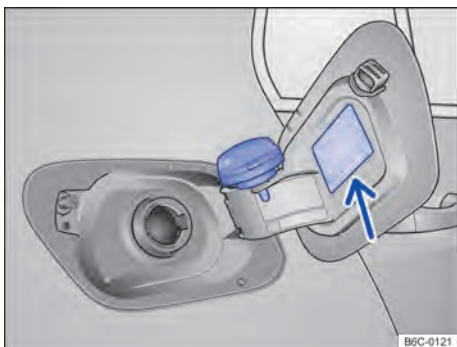

Fig. 125 Portezuela del depósito de combustible abierta con el tapón de cierre del depósito de combustible colgado.
- Desmontar el tapón del depósito girándola en sentido antihorario y encájela en el bloque soporte en la portezuela del tanque → fig. 125.